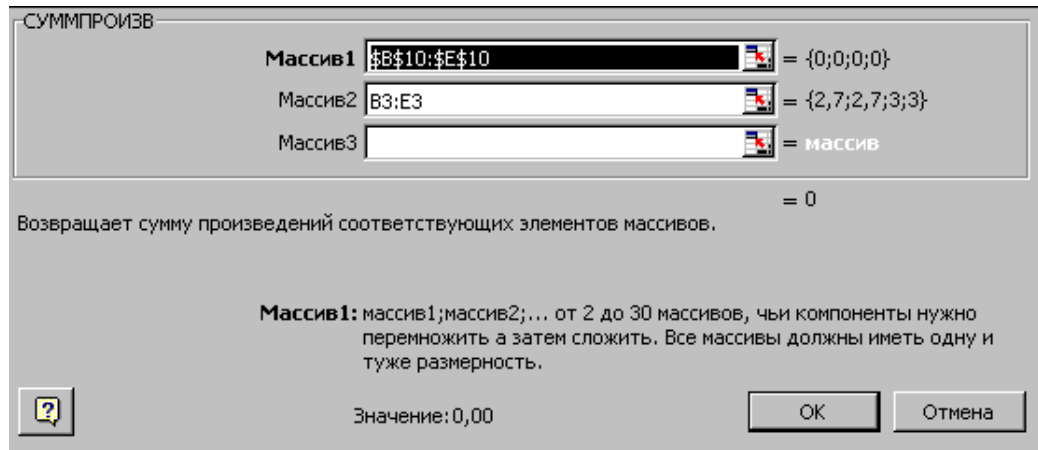

Рисунок 5.2 - Вікно функції СУММПРОИЗВ
2. Почнемо з програмування обмежень (2-5). Встановимо курсор в осередок В11. Розглянута раніше функція СУММПРОІЗВ, яка використовується для перемножування поелементно двох масивів В10:Е10 і В3:Е3 з подальшим складанням, дозволить запрограмувати ліву частину нерівності (2). На рис.5.2 показано вікно, використовуване для завдання параметрів функції.